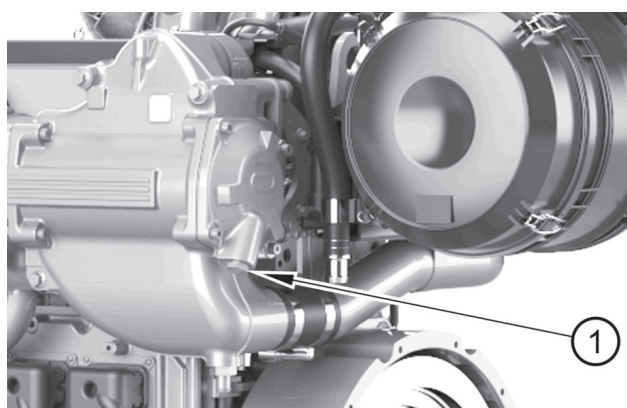

Figura 9
2. Rimuovere il tappo di scarico (figura 9 voce 1) dall'aftercooler. Controllare che il foro di scarico non sia intasato.